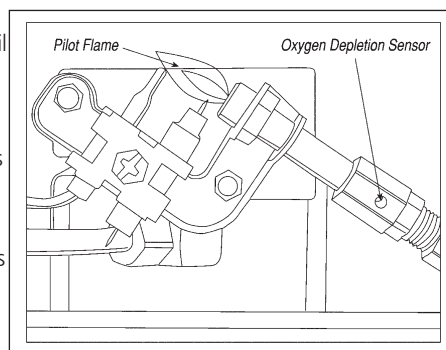

Figure 5
Inspectez visuellement la flamme de la veilleuse et le brûleur régulièrement au cours de l'utilisation. La flamme de la veilleuse doit être bleue, et non jaune, et s'étendra au-delà du thermocouple. La flamme doit entourer le thermocouple juste en-dessous de son extrémité (voir Figure 5, ci-dessous). Il est possible qu'une faible flamme jaune apparaisse là où se rencontrent la flamme veilleuse et la flamme
- 8 Inspectez et nettoyez la veilleuse (installée sur le support) à l'aide d'un aspirateur ou injectez de l'air comprimé dans les trous de la veilleuse, indiqués par les flèches de la figure 5, à gauche.